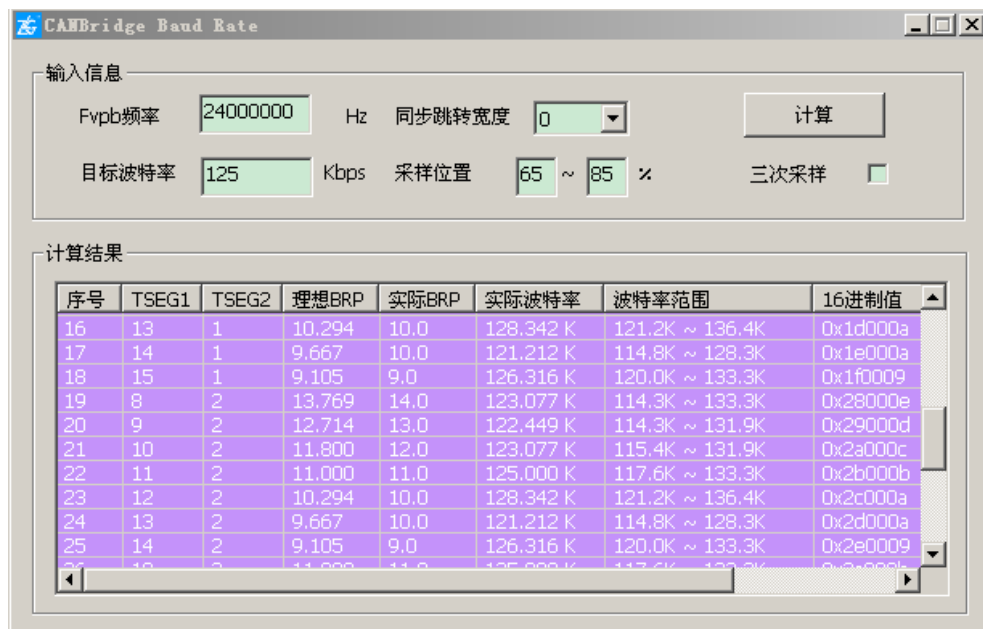

图 10 真实波特率计算工具
真实波特率是一个32位的值，包括了CAN控制器位定时以及分频参数等。与波特率索引值不一样，在XGate-COP10中已经固化了一个标准波特率表，因此可以通过索引的方式来设置CAN通信波特率，如果用户需要用到该表中没有提供的波特率，则用户可以通过命令码0x14来设置任意的波特率。可以通过由广州致远电子提供的波特率计算工具来计算波特的值，其操作界面如图 10所示，该计算软件可在<http://www.embedcontrol.com/products/Can-bus/can-bus.asp>中下载（文件名：“NXP CAN波特率计算软件及使用说明”），XGate-COP10的频率使用24MHz。当该值被设为0x00000000或0xFFFFFFFF时无效。
**例：**向XGate-COP10模块中向125Kbps的波特率值，利用图 10所示的软件计划出满足条件的值，我们选择0x2B000B这组值，其命令与响应如下所示。